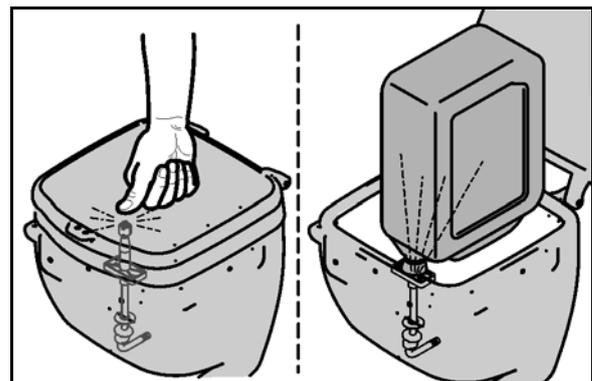

Fig. 66
- la tapa con bisagra cerrada empuja hacia abajo la boquilla de bidón (Fig. 66).